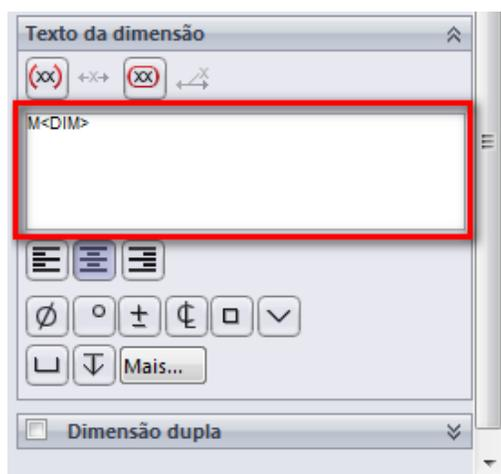

Figura 3.22 - Incluindo a especificação do tipo de rosca na medida.
8.3. Vamos incluir a identificação do tipo de rosca no furo. Para isso, na vista lateral esquerda, selecione a medida do furo com diâmetro de 6 mm. Nas propriedades da dimensão, no campo **Texto**, delete o que está escrito à frente da dimensão (<DIM>) e escreva 'M' referente a rosca tipo métrica, como ilustrado na Figura 3.22. Clique em  **OK**.